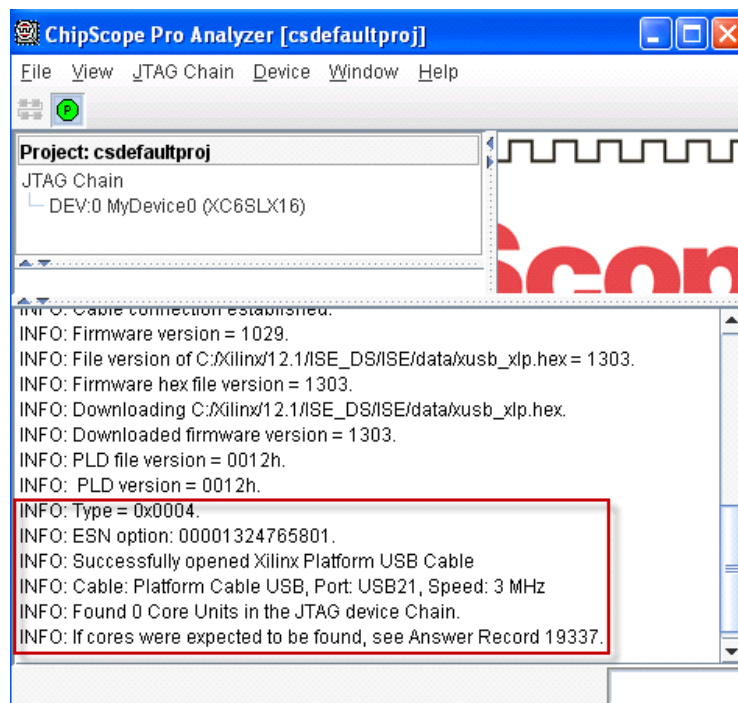

図 5 : JTAG チェーンの接続データ
4. ChipScope Pro Analyzer ウィンドウの一番下のペインに表示される情報から、JTAG チェーンへ接続されているかどうか確認します (図 5)。